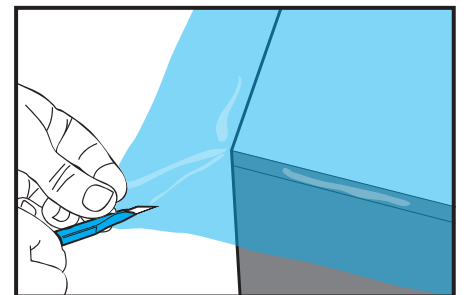

Figure 04
- › Couper le film en diagonale, dans le prolongement du coin de la table. (FIG. 04)